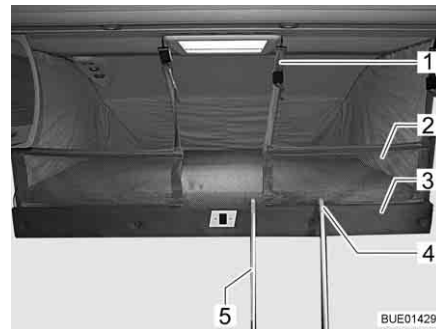

Bild 122 Hubbett mit aufgespanntem Sicherungsnetz
Wenn ein Sicherungsnetz vorhanden ist, liegt das Sicherungsnetz (Bild 122,2) mit den Sicherungsgurten im Hubbett unter der Matratze. Das Sicherungsnetz erst aufspannen, wenn sich die Personen bereits im Hubbett befinden.
- Sicherungsgurte (Bild 122,1) in die Haken an der Decke einhängen.
- Stufenleiter (Bild 122,5) mit den beiden Bügeln (Bild 122,4) in die Griffleiste (Bild 122,3) am Hubbett einhängen.